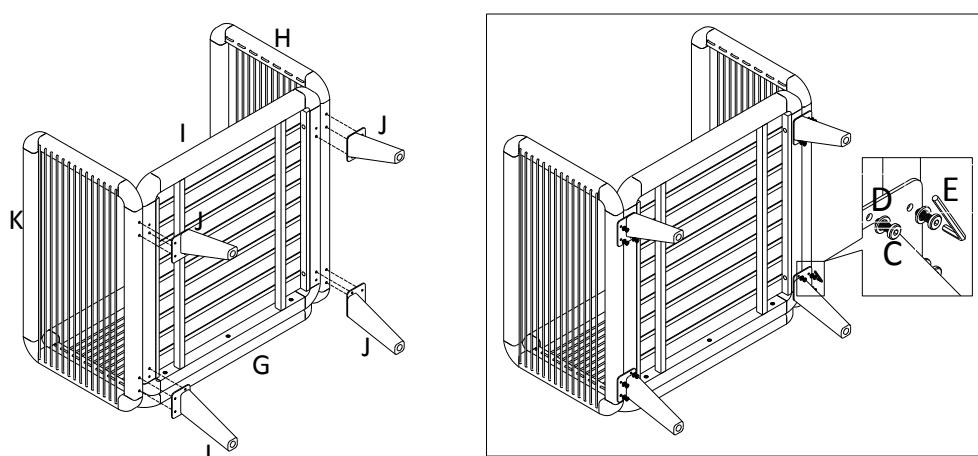

Figure 3.
3. Attach the Legs (J) to the Seat Rest (I), Right Armrest Frame (K), and Left Armrest Frame (H). Insert 12 pcs of bolts (C) along with 12 Spring Washer (D) into the holes of the plate on the Legs through the holes at Seat Rest (I), Right Armrest Frame (K), Left Armrest Frame (H) to secure the Legs (J). Then lightly tighten with Allen Key (E) provided as shown on the figure 3.
3. Fixer les pieds (J) à l'assise (I), au cadre de l'accoudoir droit (K) et au cadre de l'accoudoir gauche (H). Insérer 12 boulons (C) ainsi que 12 rondelles à ressort (D) dans les trous des plaques des pieds et les fixer à l'assise (I), au cadre de l'accoudoir droit (K), au cadre de l'accoudoir gauche (H) pour mettre en place les pieds (J). Les serrer ensuite légèrement à l'aide de la clé Allen (E) fournie comme l'illustre la figure 3.